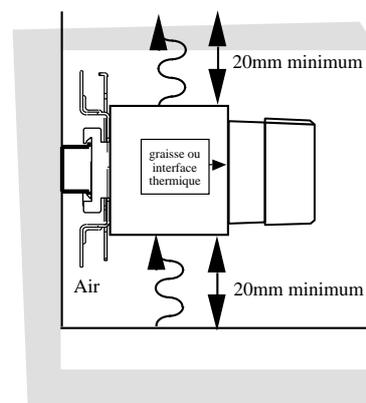

fig 17
- La résistance thermique d'un dissipateur est définie dans des conditions d'utilisation déterminées : **montage vertical (fig 17)**, Dans le cas d'utilisation en ambiance plus sévère (armoire avec absence d'aération,...) prendre un coefficient de sécurité (20 à 30%).